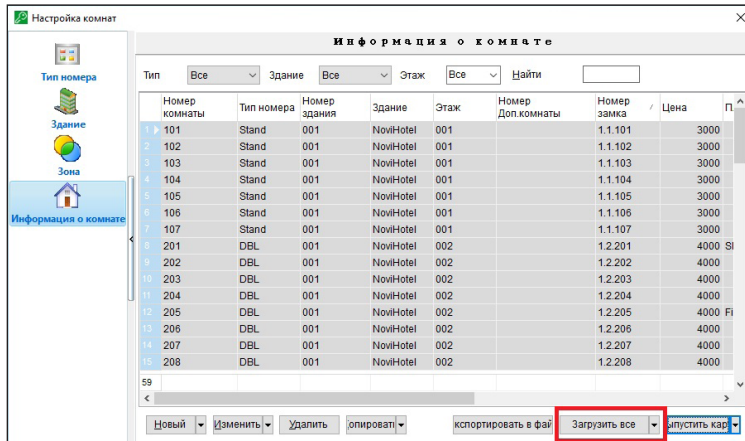
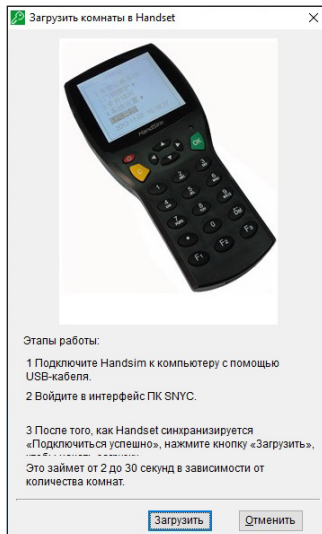

Рис. 36
Рис. 37
- Стрелками навигации вверх и вниз на программаторе выберите необходимый номер, нажмите **OK (SET)**. Поднесите программатор к замку для переноса информации о номере с него в замок (Рис. 36 и Рис. 37).